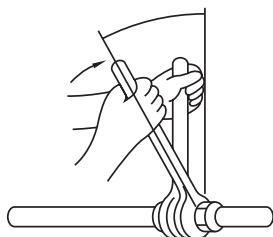

Fig. 5-8
- Na dosadacie plochy potrubí naneste tenkú vrstvu chladiaceho oleja. (Fig. 5-8)